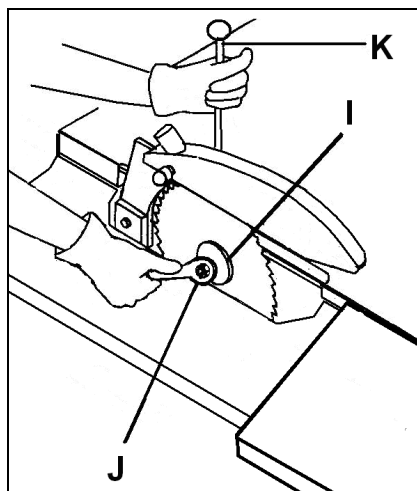

Fig 19
Desserrer l'écrou de serrage (J, Fig 19), tout en bloquant l'arbre de scie avec une goupille (K) pour éviter qu'il ne tourne.